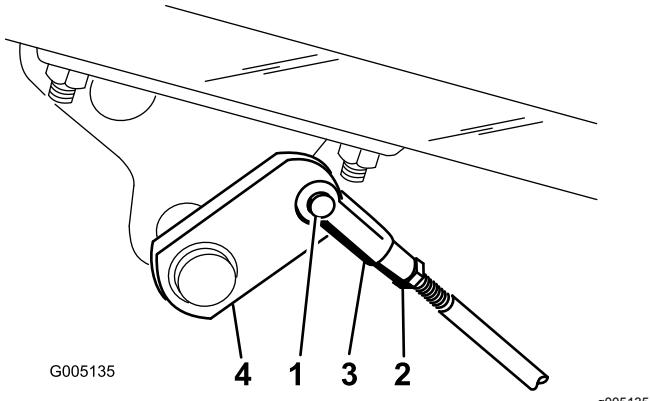

図 50
- コッターピンとクレビスピンを外して、ブレーキロッドを外す 図 50。
- B. ジャムナットをゆるめ、クレビスを調整する 図 50。
- C. クレビスをシャフトに取り付ける 図 50。